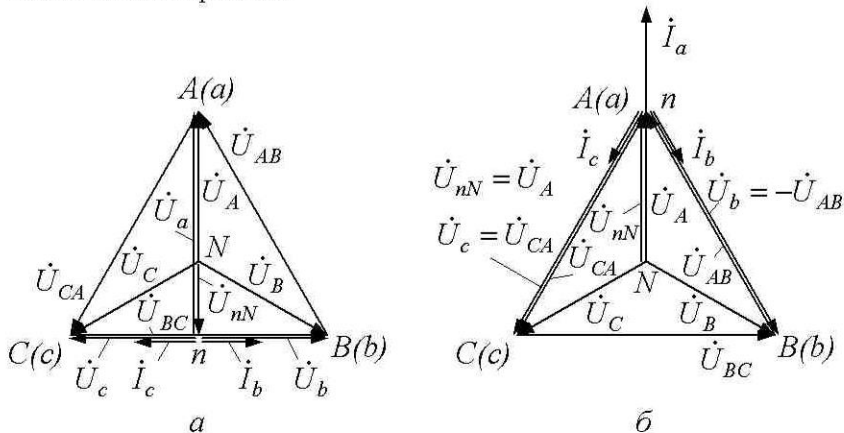

Рис. 8. Векторная диаграмма напряжений и токов при: а - обрыве фазы а приемника; б - коротком замыкании в фазе а приемника
В процессе работы трехфазных нагрузок возможны аварийные или эксплуатационные режимы, вызванные обрывом линейного (фазного) проводов или коротким замыканием в фазе. Пусть в исходном режиме нагрузка симметрична ( $\underline{Z}_a = \underline{Z}_b = \underline{Z}_c$ ). Система фазных токов симметрична,  $U_{nN} = 0$  и система фазных напряжений приемника также симметрична. При обрыве фазы  $a$  приемника фазы  $b$  и  $c$  окажутся соединенными последовательно и будут подключены к линейному напряжению  $U_{BC}$ . Векторная диаграмма приведена на рис. 8, а.
Вектор  $\dot{U}_{nN}$  на рис. 8,а определяет точку  $n$ , которая делит вектор  $\dot{U}_{BC}$  пополам. Фазное напряжение  $\dot{U}_a$  увеличивается в 1,5 раза, а напряжения  $\dot{U}_b$  и  $\dot{U}_c$  уменьшаются в  $\frac{2}{\sqrt{3}}$  раза, так как становятся равными половине линейного напряжения.
*При коротком замыкании фазы  $a$*  потенциал нейтральной точки  $n$  приемника близок к потенциалу точки  $A$  источника. На векторной диаграмме рис. 8,б точка  $n$  совпадает с точкой  $A$ . Фазное напряжение  $\dot{U}_a = 0$ , а напряжения  $\dot{U}_b = -\dot{U}_{AB}$  и  $\dot{U}_c = \dot{U}_{CA}$ , т. е. увеличиваются